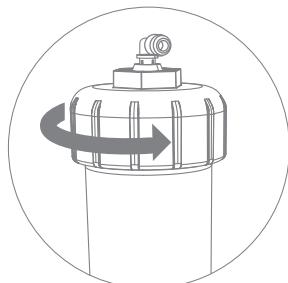

Рис. 3
3. Открутите крышку корпуса мембраны (рис. 3).